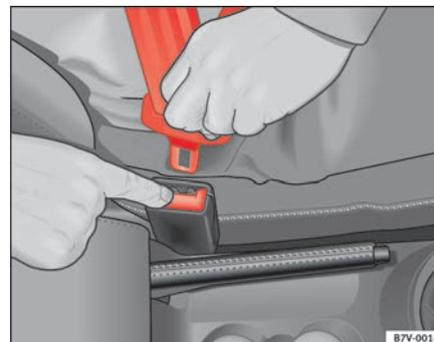

Fig. 16 Retirar la lengüeta del cierre del cinturón
- Pulse la tecla roja que hay en el cierre del cinturón ⇒ fig. 16. La lengüeta del cierre es expulsada fuera ⇒ ⚠.